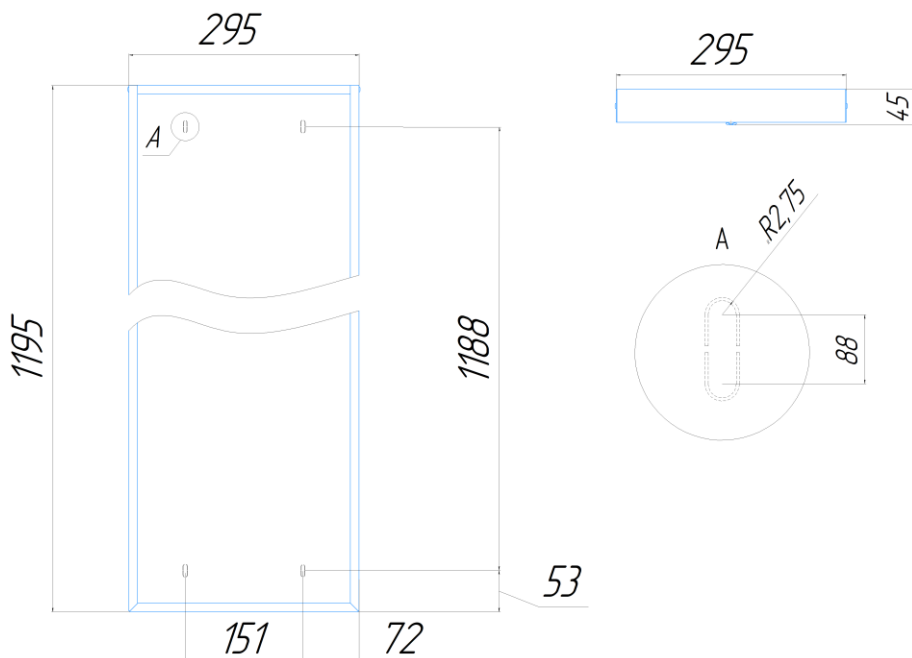

Рисунок 1. Габаритный чертеж и расположение установочных отверстий Econex Office E 1195x295
5.1.2. Для установки светильника необходимо повернуть торцевую панель и аккуратно снять рассеиватель. Надежно закрепить на ровной поверхности корпус светильника при помощи комплекта креплений, габариты для монтажа см. рисунок 1 и 2.